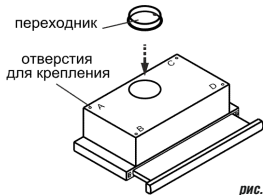
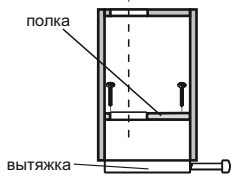

рис. 4
рис. 5
- 6.1 Установите пластиковый переходник и зафиксируйте его защелками (рис. 4).
- 6.3 Крепление кухонной вытяжки к верхней полке над плитой (рис. 4, рис. 5):
- вырежьте дополнительное отверстие в полке шкафа (рис. 5) для воздуховода при работе в режиме «вытяжки» и для свободного прохождения воздуха при работе в режиме «рециркуляции»;
- снимите алюминиевый фильтр (рис. 4);